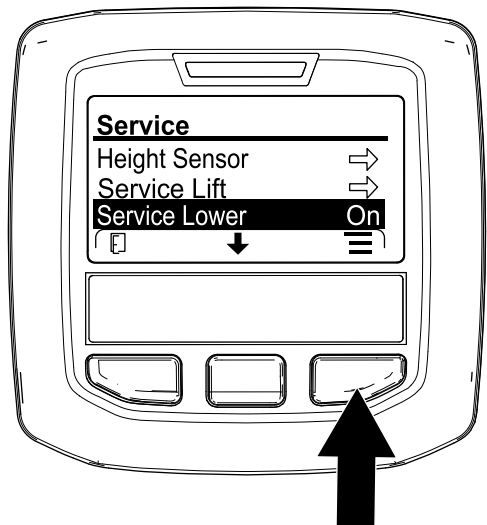

図 178
6. インフォセンターの中央のボタンを何度か押し、SERVICE LOWER 整備用に下降 **図 178** を選択し、右ボタンを押す。